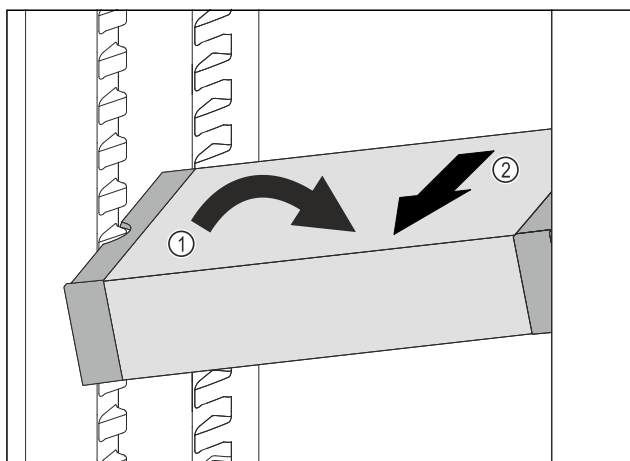

Fig. 109
- ▶ Расположите VarioSafe в холодильном отделении под наклоном. Fig. 109 (1)
- ▶ Извлеките VarioSafe движением вперед. Fig. 109 (2)